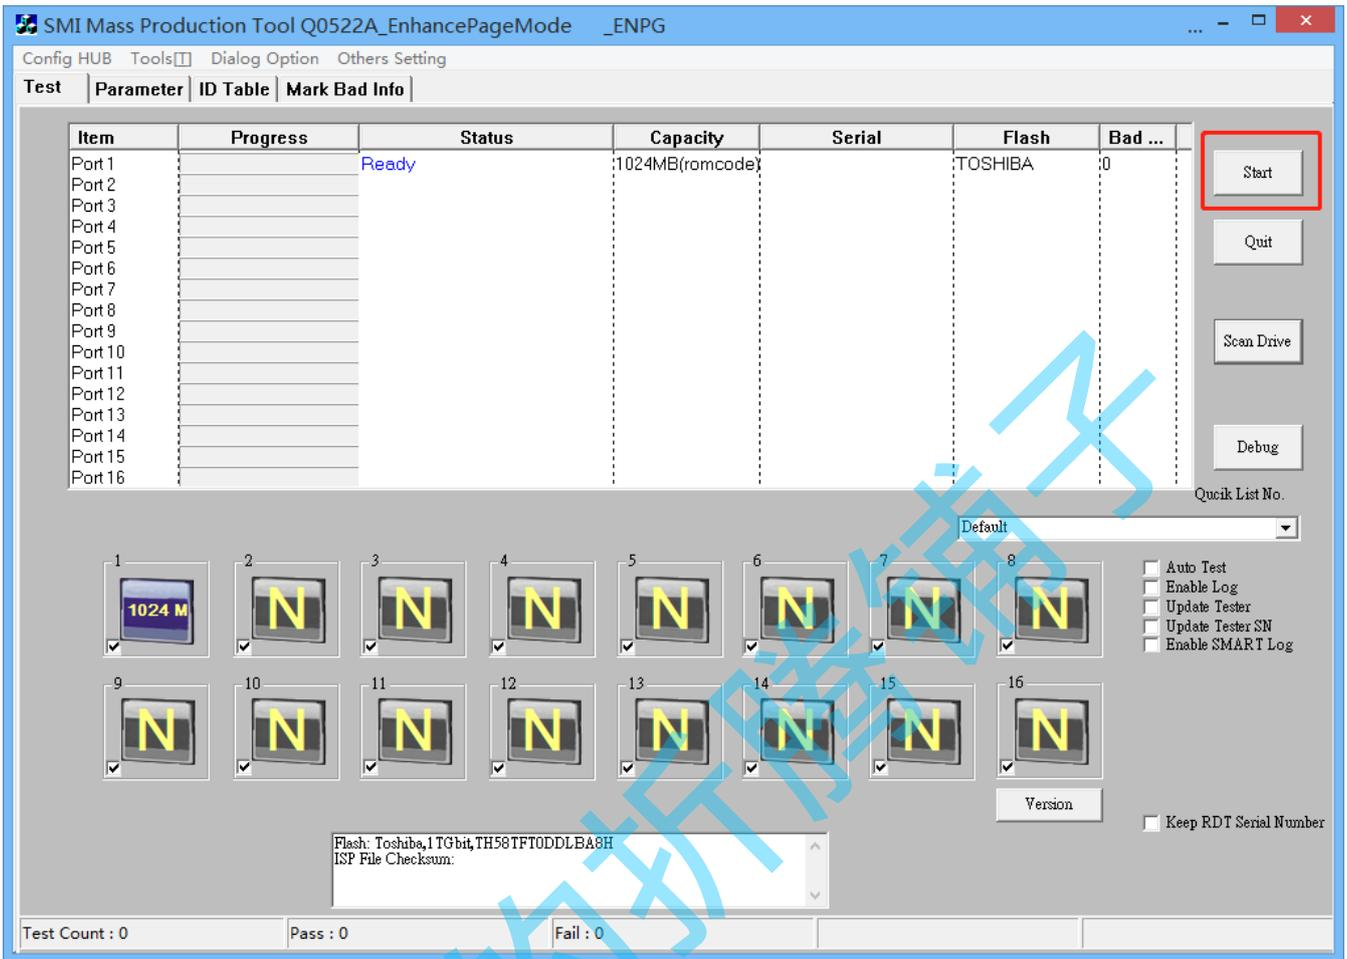

图 7
6. 回到如图 7 所示 Test 选项卡，点击 start，静待开卡完成。如果发生开卡失败，右键点击出错信息，查看详细错误，解决。